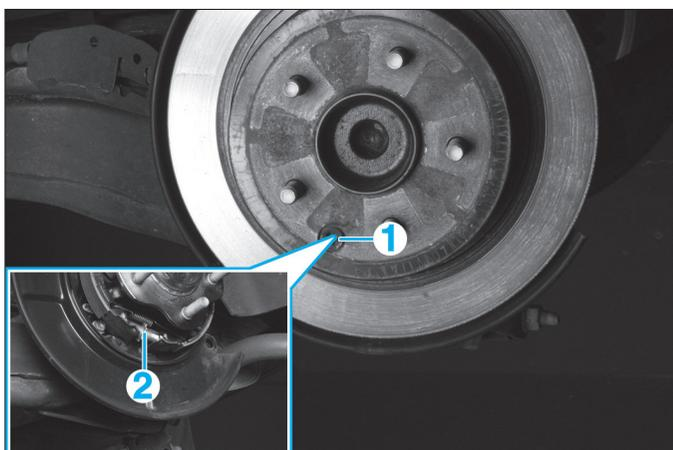
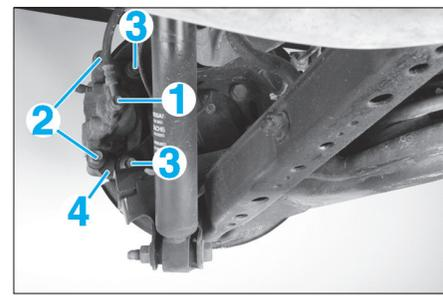

Fig. 10
Fig. 9
- Désaccoupler le flexible de frein (1) de l'étrier (Fig.9).
- les vis (2),
- les vis (3) (Fig.9),
- le support étrier (4).
- déposer le capuchon (1) (Fig.10),
- Agir sur la molette (2) pour desserrer le frein de stationnement.